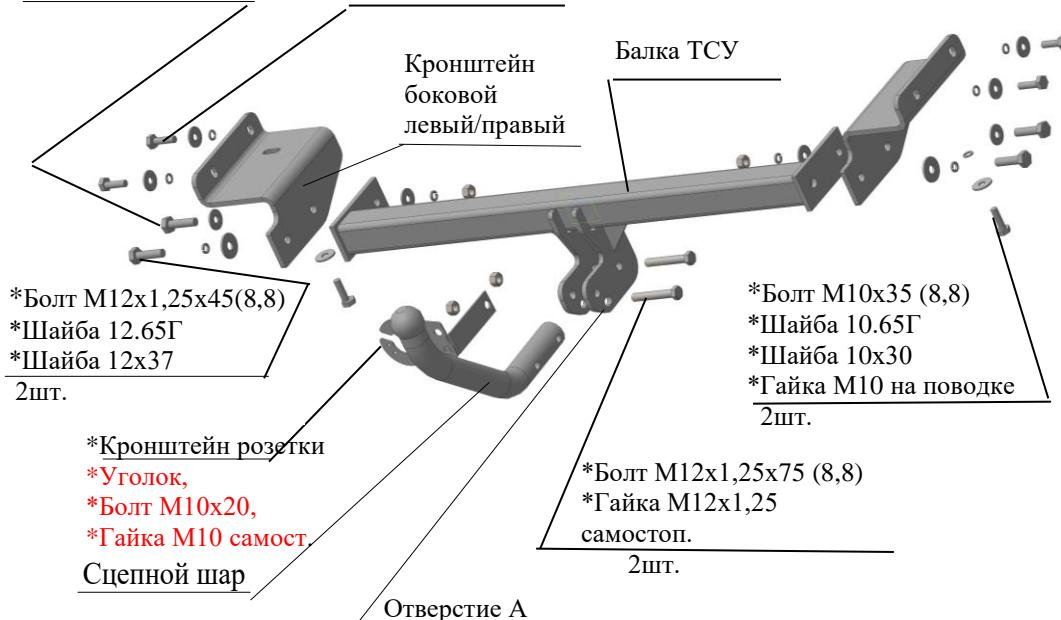

Рис.1 Тягово-сцепное устройство ТСУ 7261.
2.1 ТСУ 7261 в сборе (рис.1)	1 шт.
2.2 Пакет с комплектующими (см. рис.1)+ защитный колпак	1 шт.
4.2 Закрепить боковые кронштейны ТСУ (левый и правый соответственно рис.1) к боковым наружным полкам лонжеронов а/м болтами M10x1,25x35 используя гайки штатные, подложив под головки болтов шайбы 10.65.Г и шайбы 10x30. Закрепить кронштейны к нижним полкам лонжеронов болтами M10x35 и гайками M10 на поводке (на рис.1 условно не показаны), вставив гайки на поводке внутрь лонжеронов и подложив под головки болтов шайбы 10.65Г и шайбы 10x30. Крепеж не затягивать.